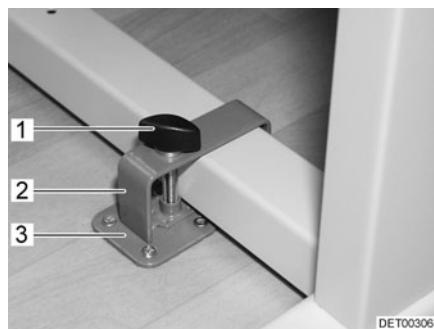
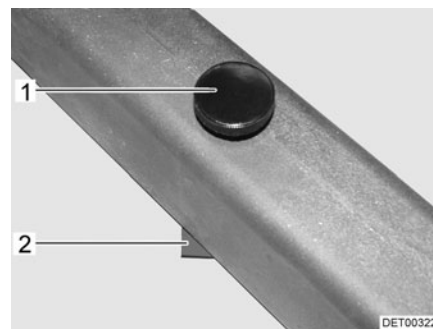

Fig. 50 Dispositif de blocage table pivotante avec étrier
Fig. 51 Dispositif de blocage table pivotante sans étrier
- Placer la table pivotante près du support (Fig. 50,3) ou sur celui-ci (Fig. 51,2).
- Placer l'étrier (Fig. 50,2) avec la vis de fixation (Fig. 50,1) par-dessus le pied de table.
- Pousser l'étrier et, le cas échéant, la table pivotante de telle sorte que la vis de fixation (Fig. 50,1 ou Fig. 51,1) puisse être vissée dans le support (Fig. 50,3 ou Fig. 51,2).